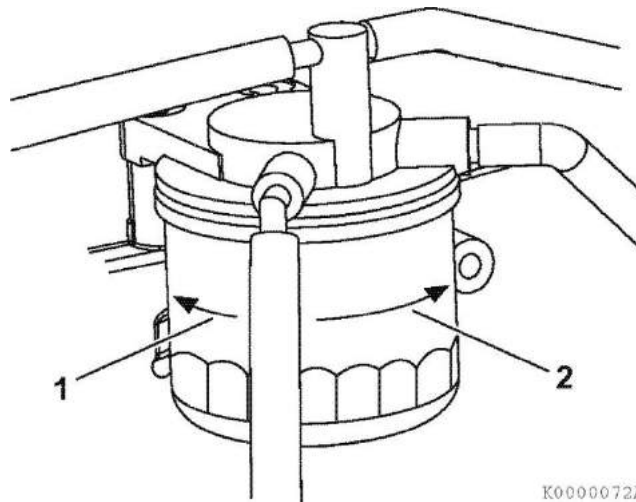

Рисунок 44
3. Снимите топливный фильтр с помощью специального ключа, поворачивая его налево (Рисунок 44 (1)). Снимая топливный фильтр, придерживайте его с осторожностью, чтобы не проливалось топливо. Вытрите все пролитое топливо.
5. Установите новый топливный фильтр. Затягивайте его рукой вправо (Рисунок 44 (2)) до тех пор, пока он не войдет в контакт с посадочной поверхностью. С помощью специального ключа затяните топливный фильтр с усилием 19.6 – 23.5 Н·м, 2.0 – 2.4 кгс/м) или на один дополнительный оборот.